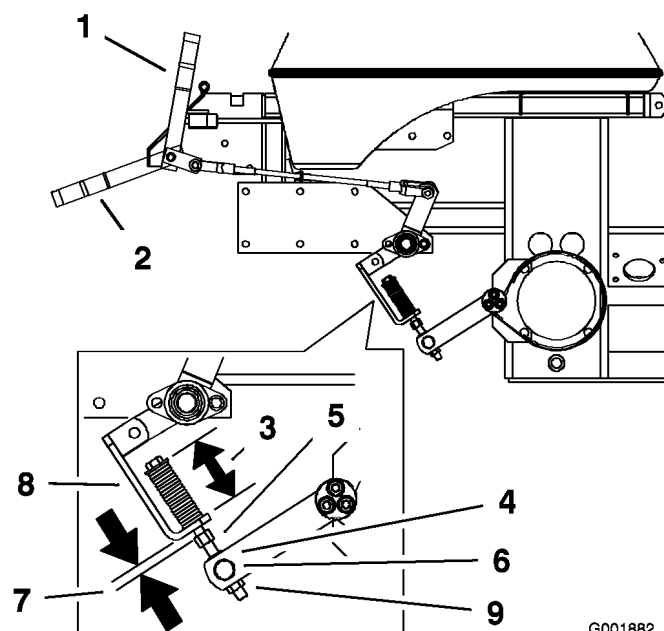

Bild 53
2. Messen Sie die Länge der Feder. Sie sollten zwischen den Scheiben 70 mm messen (Bild 53).
3. Falls Sie eine Einstellung vornehmen müssen, lockern Sie die Klemmmutter unterhalb der Feder und ziehen Sie die Mutter direkt unter dem Joch an (Bild 53). Drehen Sie die Mutter, bis Sie den korrekten Messwert erhalten. Ziehen Sie die beiden Muttern zusammen an und wiederholen Sie das Verfahren auf der gegenüberliegenden Maschinenseite.
6. Messen Sie den Abstand zwischen der Federhalterung und der Einstellmutter unter der Federhalterung. Der Abstand sollte 5 bis 8 mm betragen (Bild 53).
7. Sollte eine Einstellung erforderlich sein, lösen Sie die Klemmmutter direkt über dem Joch. Drehen Sie die unter dem Joch befindliche Einstellmutter, bis Sie den korrekten Messwert erhalten (Bild 53).
8. Ziehen Sie die direkt über dem Joch befindliche Klemmmutter an (Bild 53).